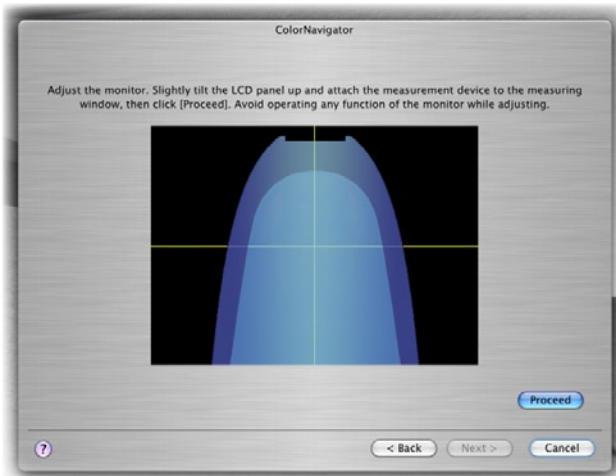

Abb. 8: Der ColorNavigator zeigt an, wo das Messgerät auf dem Bildschirm platziert werden soll.
7. Ein Klick auf *Proceed* bringt uns zum nächsten Schritt. In ihm erscheint auf dem Bildschirm die Anzeige, wie und wo das Colorimeter auf dem Bildschirm zu platzieren ist (siehe Abb. 8).